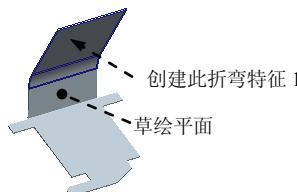
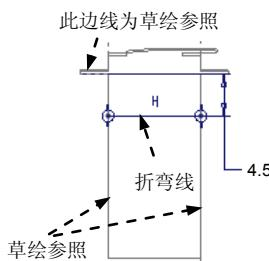
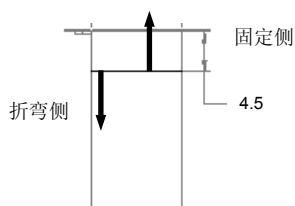

图 11.6.10 创建折弯特征 1
图 11.6.11 创建折弯线
图 11.6.12 定义折弯侧和固定侧
Step5. 创建图 11.6.10 所示的折弯特征 1。选择下拉菜单 **插入(I) → 折弯操作(B)...**
Inside Rad (内侧半径) → **Done/Return (完成/返回)** 命令。选取图 11.6.10 所示的钣金表平面为草绘平面，接受系统默认的特征创建方向。绘制图 11.6.11 所示的折弯线，定义图 11.6.12 所示的折弯侧和固定侧。在 **RELIEF (止裂槽)** 菜单中选择 **No Relief (无止裂槽)** → **Done (完成)** 命令，折弯角度值为 30，在 **DEF BEND ANGLE** 菜单中选择 **Flip (反向)** → **Done (完成)** 命令，折弯半径值为 5.0。